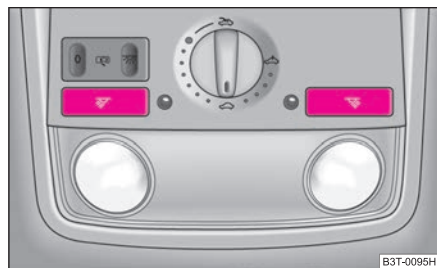
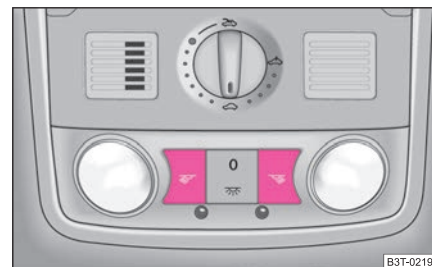

Fig. 50 Sector del revestimiento interior del techo: lamparitas de lectura delanteras
Fig. 51 Sector del revestimiento interior del techo: lamparitas de lectura delanteras con vigilancia del habitáculo incorporada
- La lamparita de lectura derecha o bien izquierda se enciende o apaga pulsando el conmutador  ⇒ fig. 50 o ⇒ fig. 51. ■